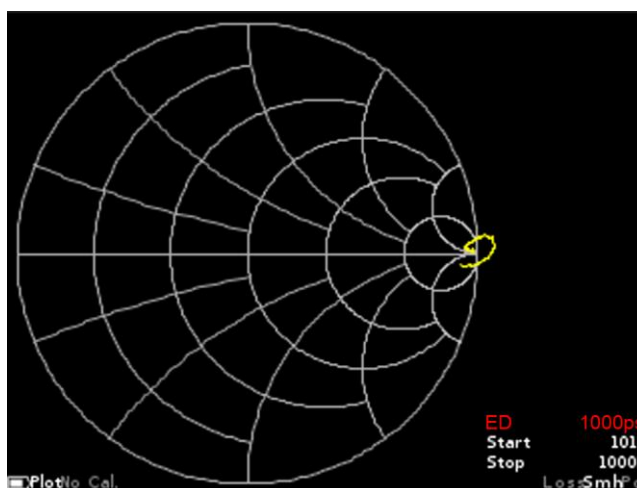

Рисунок 9.26 – Электрическая длина кабеля скомпенсирована
9.9.6. Вернитесь в режим отображения графиков Вольперта-Смита, фазы или полярной диаграммы. При необходимости точной подстройки времени компенсации, включите опцию Electrical delay tune mode, переведя слайдер и кнопками перемещения (8) произведите точную подстройку времени компенсации, при котором график на диаграмму Вольперта-Смита и полярной диаграмме стянется в окружность с минимальным радиусом, а график фазы станет горизонтальным (Рисунок 9.26).